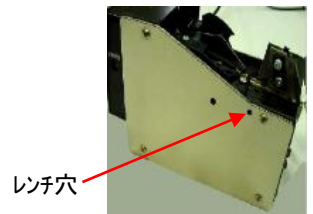

図10a
- 2) 左サイドパネルのレンチ穴より六角レンチを差込みスッパース止めネジを緩める。(図10a)